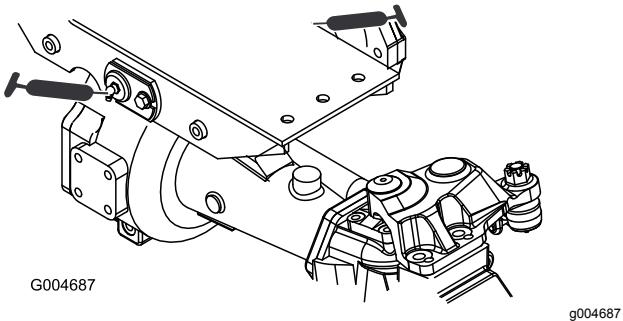

Figura 77
- Dois casquilhos da articulação do eixo traseiro e frontal (Figura 77)